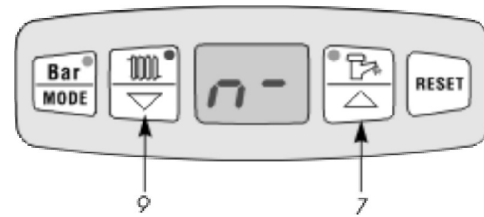

Рис. 17 – Панель управления
- Держите нажатой кнопку Bar/Mode (рис. 17) 8 сек, дисплей переключится в режим сервиса, дальнейшим нажатием кнопки Bar/Mode на дисплее изобразится с- (котел не работает с контуром рециркулирования), нажатием кнопок (9) или (7) см.рис. 17 на дисплее изобразится с1.
- Держите нажатой кнопку Var/Mode (рис. 17) не менее 8 сек. Дисплей переключится в режим сервиса, на дисплее изобразится n-
- настройте n1 до n9, или n- кнопками (9) и (7) см.рис. 17, согласно таблицы и графика: (величины приведены для природного газа/пропана)